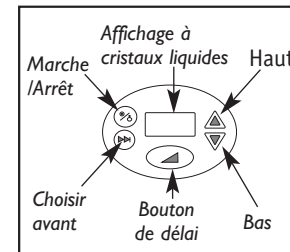

Figure 5
1. Clavier / Affichage à cristaux liquides (Se reporter à la **Figure 5** pour la définition des symboles de l'affichage)
- Se reporter à la **Figure 5** pour la définition des symboles de l'affichage.